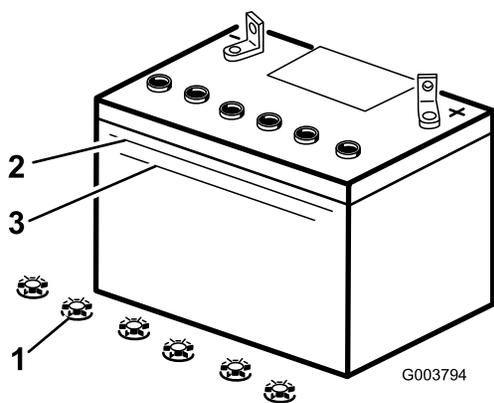

Рисунок 30
3. Посмотрите на боковую стенку аккумулятора. Уровень электролита должен доходить до линии Upper (Верхний) (Рисунок 30). Следите за тем, чтобы уровень электролита опустился ниже линии Lower (Нижний) (Рисунок 30).
3. Снимите крышки заливных горловин аккумулятора (Рисунок 30).
4. Медленно залейте дистиллированную воду во все банки аккумулятора до тех пор, пока уровень электролита не дойдет до линии Upper (Верхний) (Рисунок 30) на корпусе аккумулятора.
5. После заполнения банок аккумулятора подождите пять или десять минут. В случае необходимости добавьте дистиллированную воду, пока уровень электролита не дойдет до линии Upper (Верхний) (Рисунок 30) на корпусе аккумулятора.